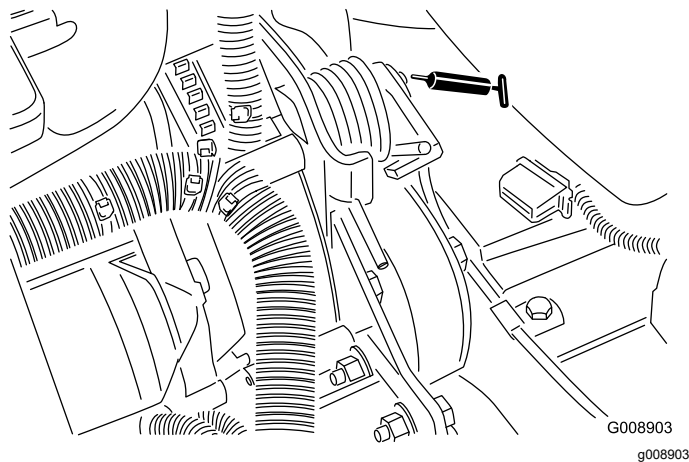

Figura 69
- Pivot tensionare curea (Figura 69)